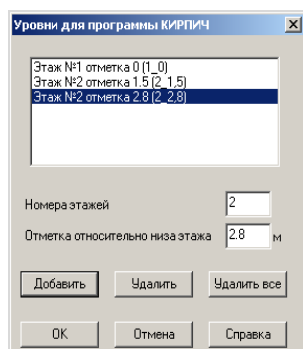

Рис.10.2.3. Окно диалога **Уровни для программы КИРПИЧ**
- В открывшемся окне диалога **Уровни для программы КИРПИЧ** (рис.10.2.3) выполните следующие действия: